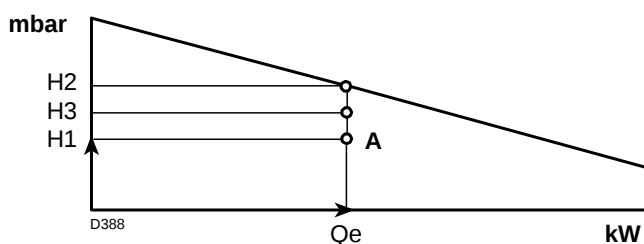

Abb. 39
Punkt A, der innerhalb des Betriebsbereichs bleiben muss (Abb. 39).
- 4 - Ziehen Sie eine Senkrechte vom Punkt A, Abb. 39, und lesen Sie den maximalen Druck H₂ des Betriebsbereichs ab.
Ist H₃ größer als H₁, wie in Abb. 39, kann der Brenner den geforderten Durchsatz erzeugen.